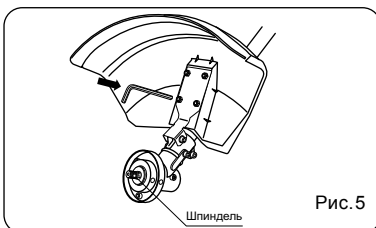

Рис. 5
- Закрепите защитный кожух на планке болтами с шайбами с помощью шестигранного ключа (Рис. 5).